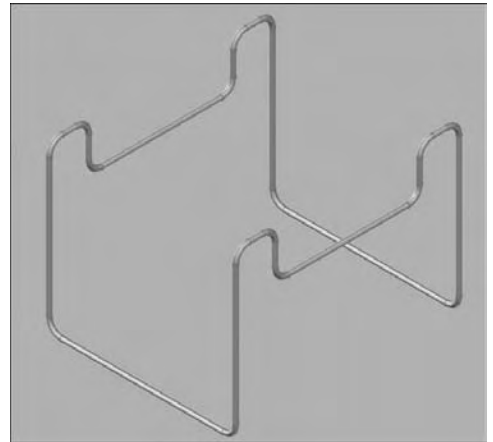

Fig.17.5
- 7 Copiez les deux solides ainsi créés et assemblez l'ensemble (fig.17.5).